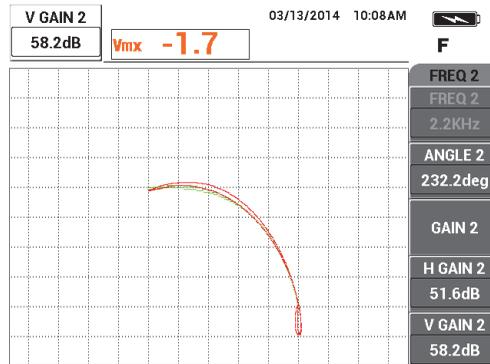

Figura 5-126 Regolazione dell'ampiezza verticale del segnale della frequenza 2
16. Premere nuovamente il tasto GAIN (**dB**) ed in seguito aumentare l'ampiezza verticale del segnale della frequenza 2 (rosso) fino a quando si estende esattamente 4 frazioni al di sopra del punto zero (vedere Figura 5-126 a pagina 228).